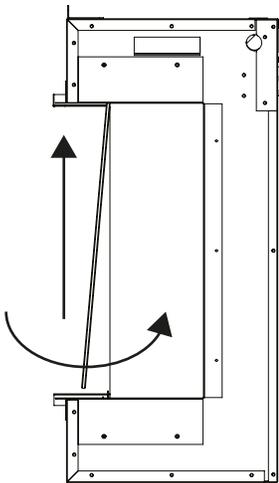

Figure 2.1
3. Faire pivoter le bord inférieur de la vitre avant dans l'unité. Voir la figure 2.1.